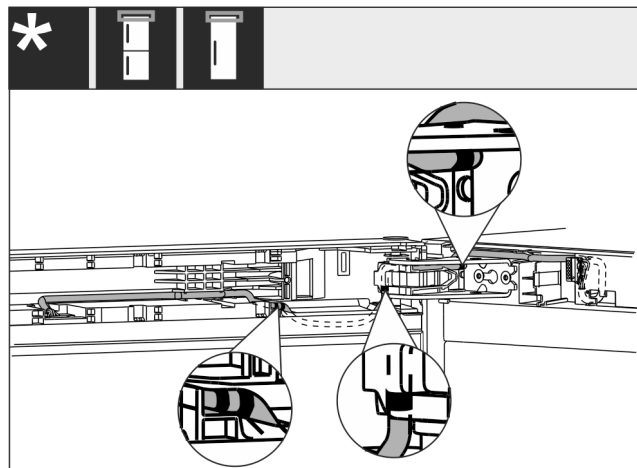

Fig. 60
- Rozkładanie kabla zgodnie z ilustracją Fig. 60 [].